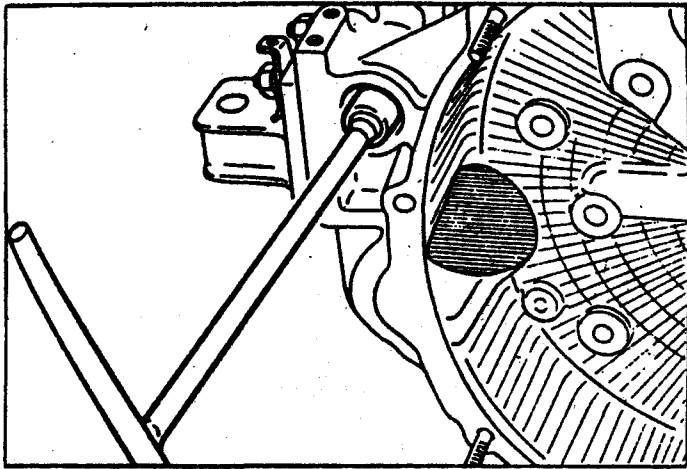

Рис. 15. Демонтаж картера маховика
25. Отвернуть одиннадцать болтов и две гайки крепления картера маховика к картеру двигателя и снять картер маховика (рис. 15 и 16).